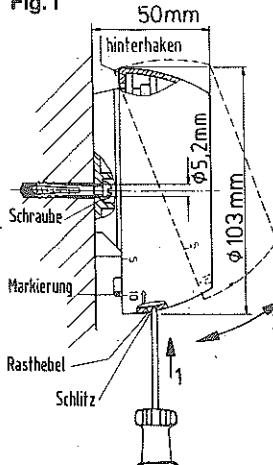

Fig. 2
- Anschließen nach Schaltbild und Fig. 2
- Make connections according to wiring diagram and fig. 2 insert the bared conductor until contact is made